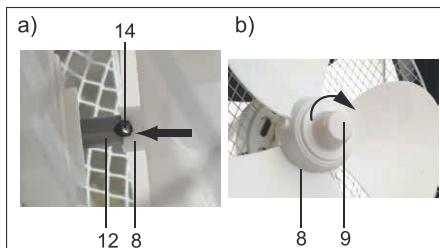

Fig. 3: Montage Rotor
6. Schieben Sie jetzt den Rotor (8) auf die Motorachse (12). *Die kleine Querachse (14) am Ende der Motorachse, muss dabei in der Aussparung des Rotoraufsatzes liegen.* Siehe Abb. 3, a).
7. Stecken Sie die Schraubenmutter (9) auf den Rotor (8).
8. Drehen Sie diese im Uhrzeigersinn fest. Siehe Abb. 3, b).